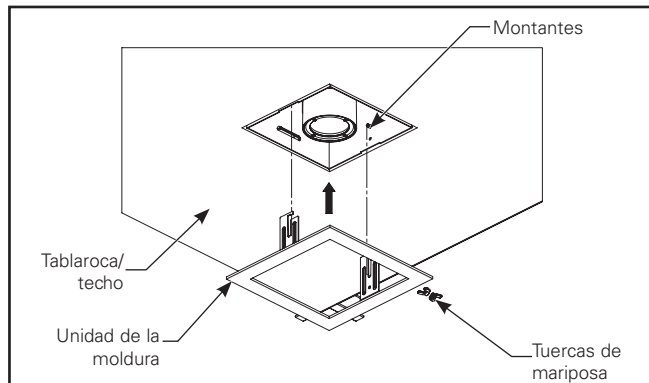
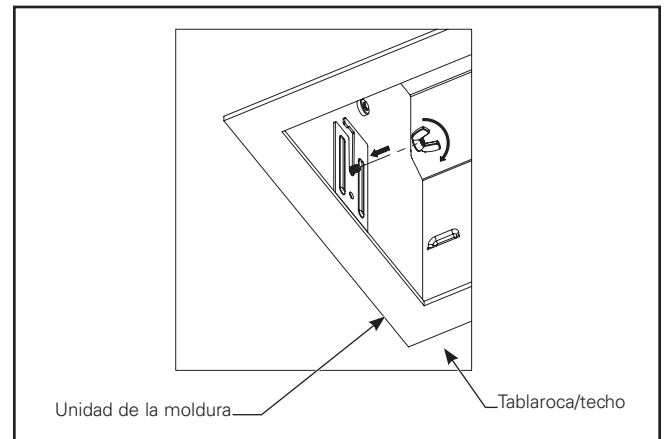
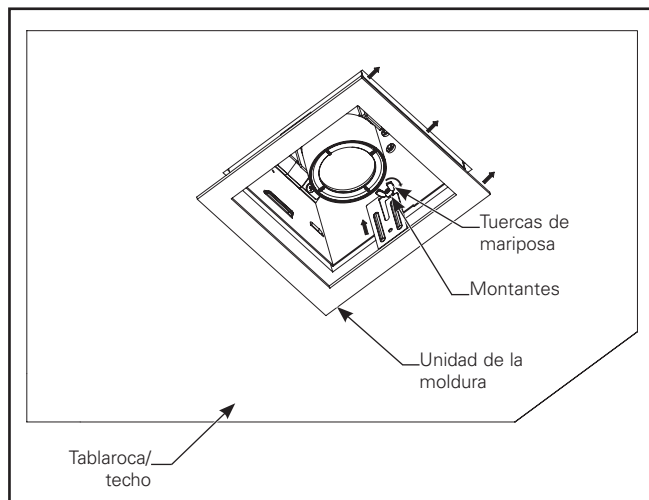

Figura 1.13.
Figura 1.15.
Figura 1.14.
6. Instale la tablaroca o placa de la grilla al ras del borde del alojamiento, coloque la moldura en el alojamiento y empújelo sobre los montantes (Figura 1.13). Instale tuercas de mariposa en los montantes. Coloque el gancho de la moldura sobre los montantes. En primer lugar, empuje un lado de la moldura hacia adentro y apriete la tuerca de mariposa (Figura 1.14), luego el lado opuesto (Figura 1.15).